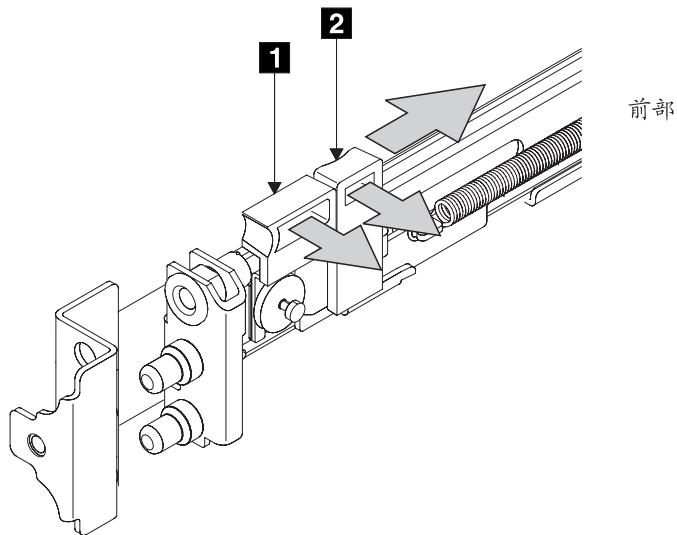

图 28. 打开前面的插销锁托架组合件
5. 当您向导轨后部移动插销控制杆 **1** 时，轻轻将插销锁 **2**（第 26 页的图 28）推离导轨。插销锁托架组件依靠弹簧张力滑动。